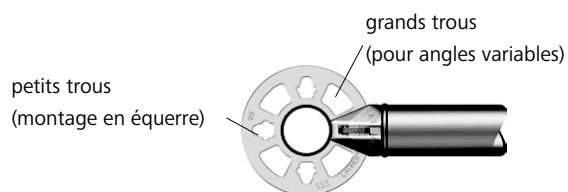

Fig. 9.2 Rosace de fixation
4. Raccorder les lisses acier MTT en utilisant les petits trous de la rosace de fixation (Fig. 9.2).